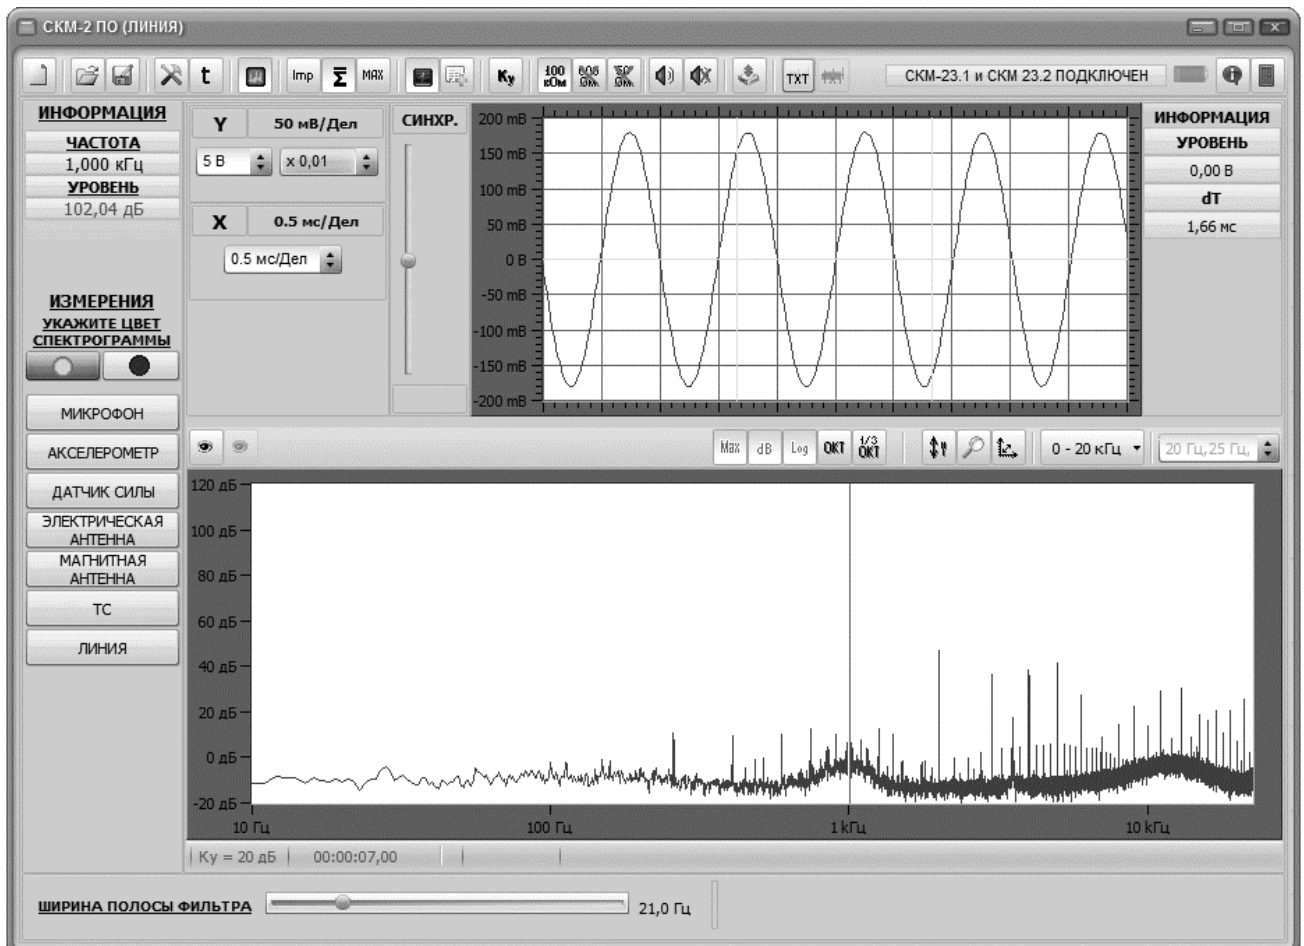

Рисунок 13 – Иллюстрация работы в режиме спектрального анализа
10.15.8 Иллюстрация работы в данном режиме приведена на рис. 13.